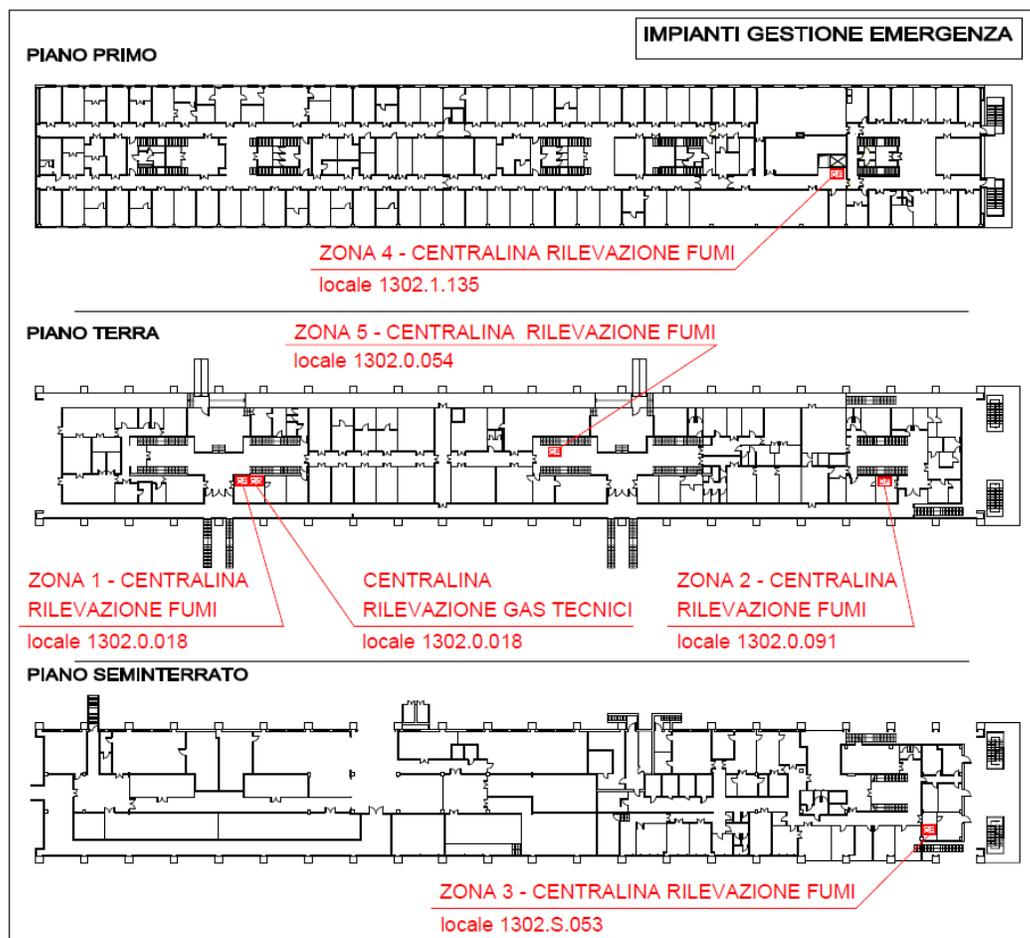

Figura 1. Ubicazione impianti gestione emergenza.
La struttura è dotata di un sistema di allarme automatico per la rilevazione e segnalazione di incendi. Il sistema è costituito da n. 5 impianti indipendenti, con relative centrali di comando (vedi p.to 3.4 – Figura 1), rilevatori di fumo, pulsanti manuali, badenie (campane) e segnalatori ottico/acustici (esclusivamente nelle Zona 4 e 5).
La centrale di comando è posizionata nel locale 1302.0.018 al piano terra (vedi p.to 3.4 – Figura 1)
La centrale di comando è posizionata nel locale 1302.0.091 al piano terra (vedi p.to 3.4 – Figura 1)
La centrale di comando è posizionata nel locale 1302.S.053 al piano seminterrato (vedi p.to 3.4 – Figura 1).
La centrale di comando è posizionata nel corridoio 1302.1.135 al piano primo (vedi p.to 3.4 – Figura 1).
La centrale di comando è posizionata nel corridoio 1302.0.054 al piano terra (vedi p.to 3.4 – Figura 1); il segnale di allarme viene rimandato in automatico anche nella centrale presente nel locale 1302.0.018.
Nell'edificio è inoltre presente un impianto di rivelazione gas metano e gas ossigeno costituito da una centrale di comando posta nel locale 1302.0.018 (vedi p.to 3.4 – Figura 1), da rilevatori automatici di gas metano e ossigeno collocati nei laboratori del piano terra e 1° e da due segnalatori ottico/acustici collocati nell'atrio SIPE 1302.0.013 e nel corridoio al piano primo SIPE 1302.1.018.
- I Coordinatori per l'Emergenza e tutti gli Addetti alla Lotta Antincendio che non si trovano nelle immediate adiacenze del locale in allarme, si recano presso la centrale di comando dell'impianto attivo (vedi p.to 3.4 – Figura 1) per individuare la zona in allarme.
- Confermano l'ordine di evacuazione dell'edificio (**suono continuo o alternato delle badanie, dei segnalatori ottico/acustici e allarme a voce**) premendo un pulsante "allarme antincendio" (vedi ALLEGATO 2) per ogni zona dell'edificio (vedi p.to 3.4 – Figura 1), nel caso in cui non sia ancora stato premuto e divulgando un messaggio a voce nelle zone scoperte dall'allarme;
- Effettuano la chiamata ai **Vigili del Fuoco (115)** e, se necessario, la chiamata **all'autoambulanza (118)**;